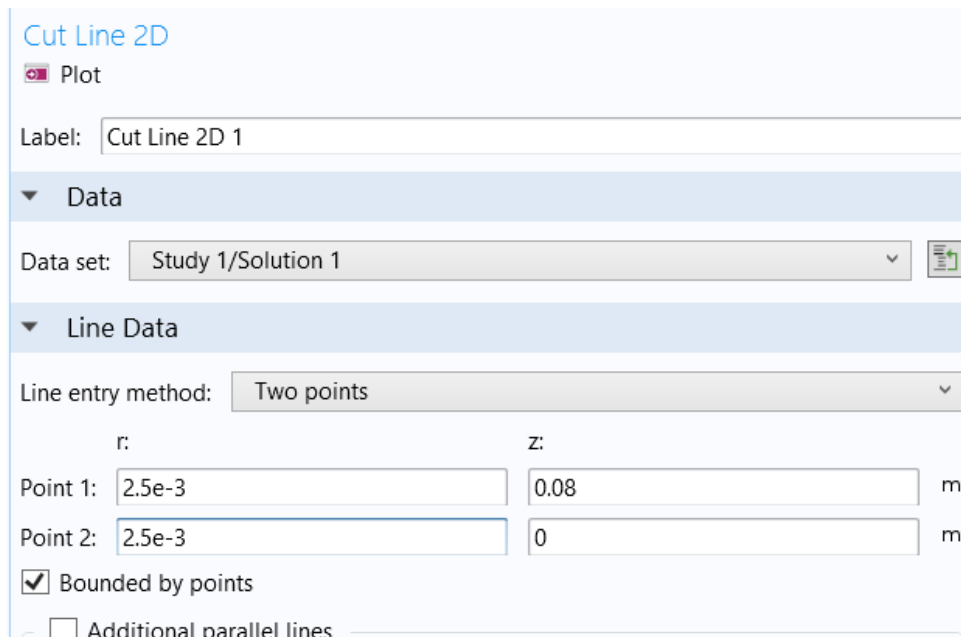

Рис. 12.39. Создание линии между двумя точками в пространстве
- В линии **Point2**, установите $z = 0$ (рис. 12.39).